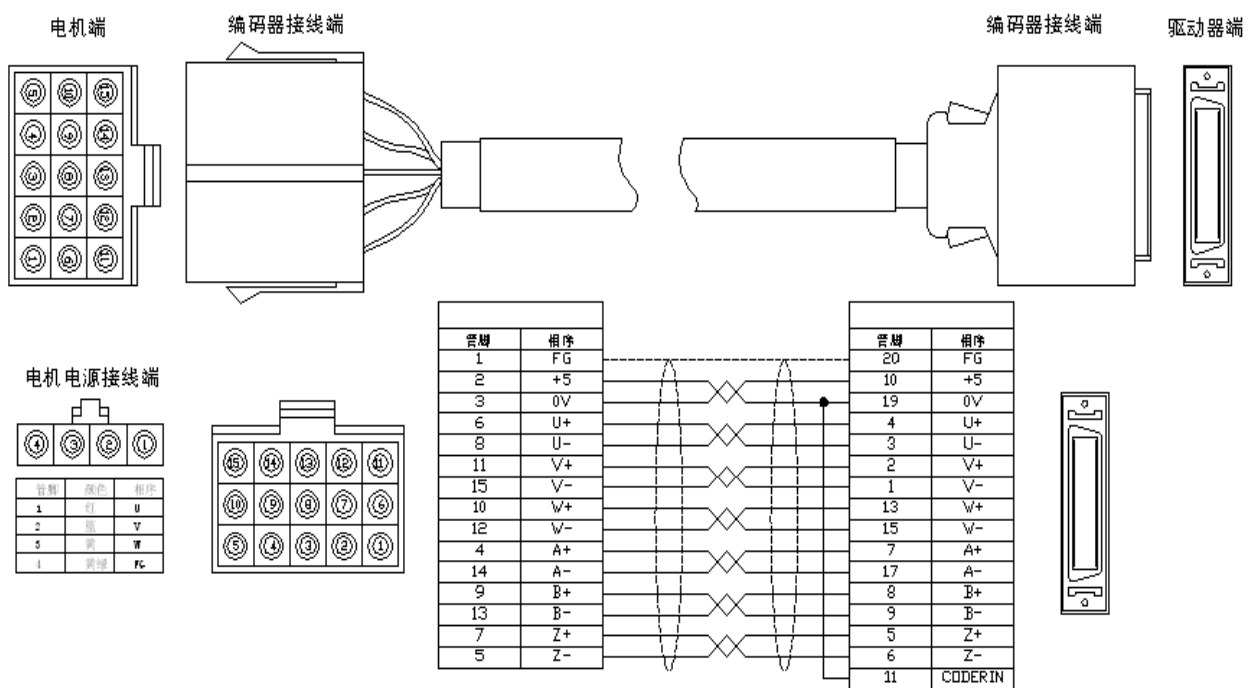

图 3.4 编码器接线示意 2
2) 电机端为塑料插头, 驱动器侧为紧密型插头. (图 3.4)